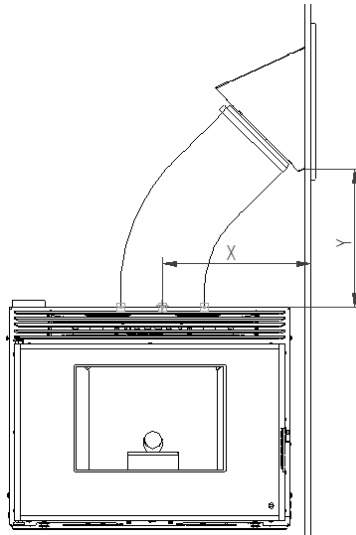

Figure 16 – Installation avec bouche de remplissage
4. Une fois la bouche de chargement fixée, il faut installer l'encadrement de finition et le couvercle, en vissant les 4 vis comme indiqué sur la figure 16, sur la partie fixe de la bouche. L'articulation du couvercle comporte une goupille pour limiter l'ouverture, comme on peut l'observer dans la figure suivante.